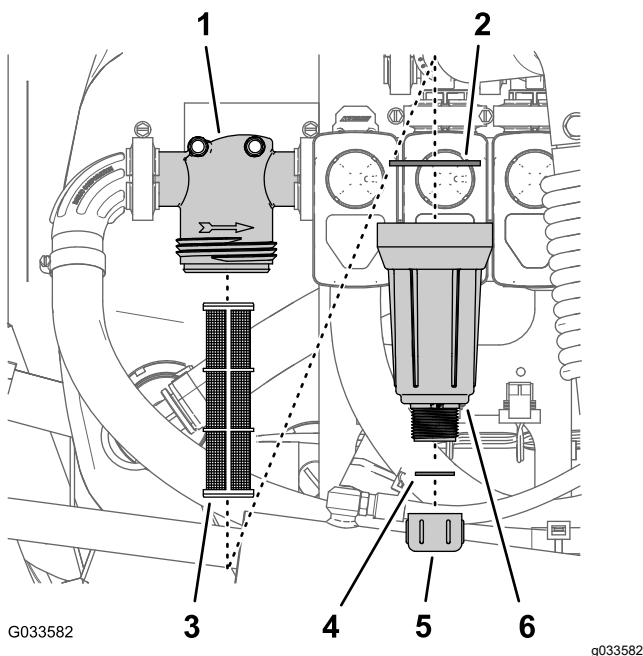

Bild 90
2. Stellen Sie eine Auffangwanne unter den Druckfilter (Bild 90).
3. Drehen Sie die Ablassschraube nach links und nehmen sie von der Glocke des Druckfilters ab (Bild 90).
4. Drehen Sie die Glocke nach links und nehmen den Filterkopf ab (Bild 90).
5. Entfernen Sie den alten Druckfiltereinsatz (Bild 90).
6. Prüfen Sie die Dichtung für die Ablassschraube (in der Glocke) und die Dichtung für die Glocke (im Filterkopf) auf Beschädigungen und Abnutzung (Bild 90).
7. Setzen Sie den neuen Druckfiltereinsatz in den Filterkopf ein (Bild 90).
8. Befestigen Sie die Glocke am Filterkopf und ziehen sie mit der Hand an (Bild 90).
9. Befestigen Sie die Ablassschraube am Anschlussstück unten an der Glocke und ziehen sie mit der Hand an (Bild 90).